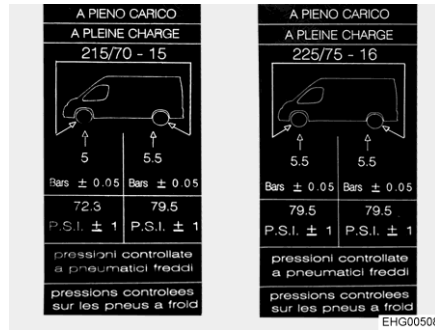

Bild 116 Hänvisningsetiketter om däcktrycket på B-stolpen (exempel)
- ▷ Hänvisningsetiketter med önskat däcktryck är fästa på insidan av B-stolpen (se Bild 116).